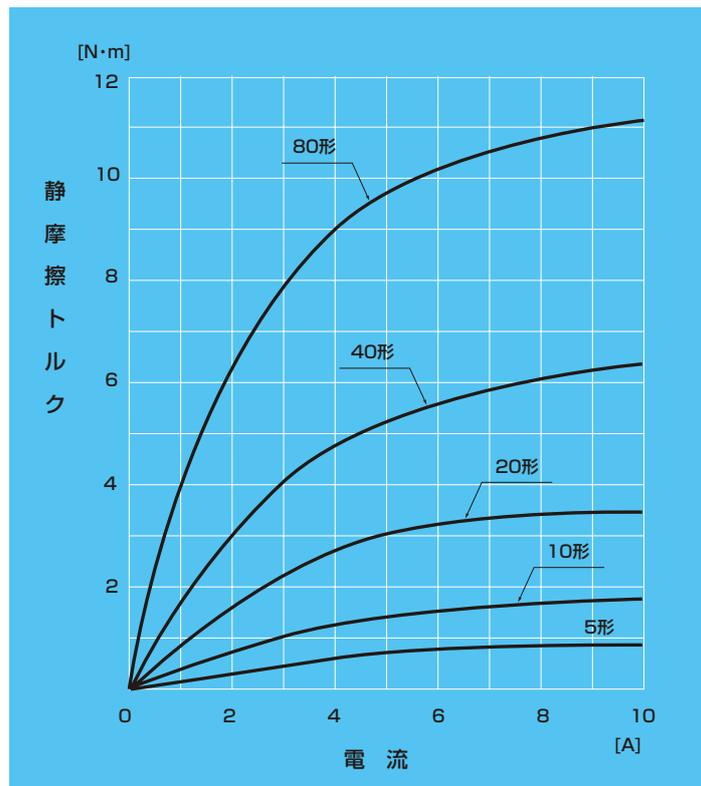
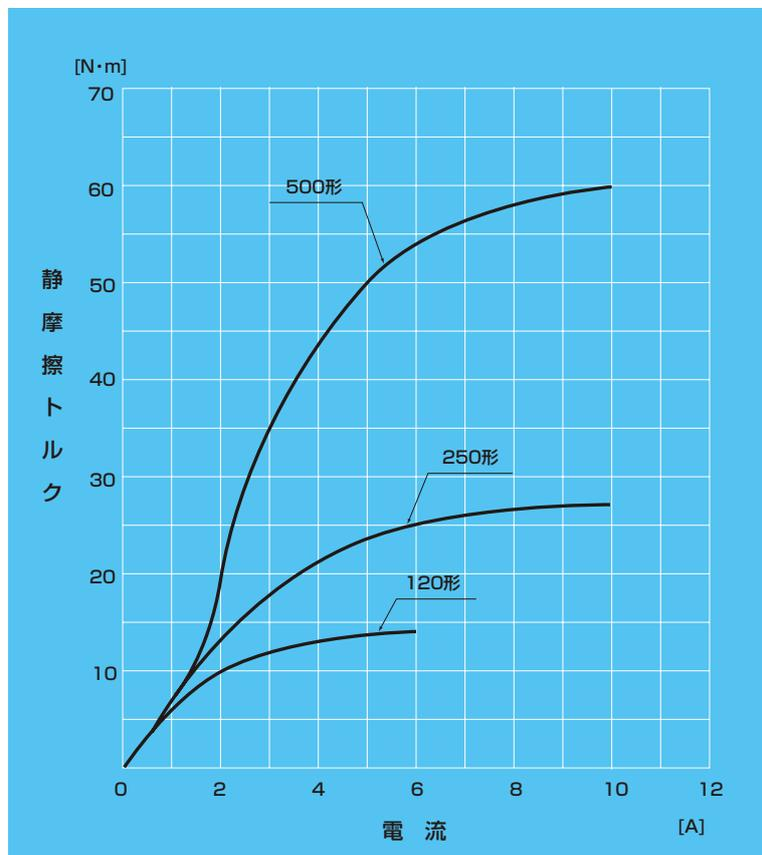

図1
図2
- 図1および図2の励磁電流－静摩擦トルク特性から、保持電流時の静摩擦トルクが負荷トルクの1.5倍以上となる形番を選定します。